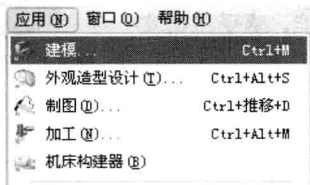

图 1.3 建模模块
(1) 选择建模模块。打开新文件后，选择菜单命令“应用 | 建模”，如图 1.3 所示，则与实体模型相关的菜单命令和工具栏会被打开。